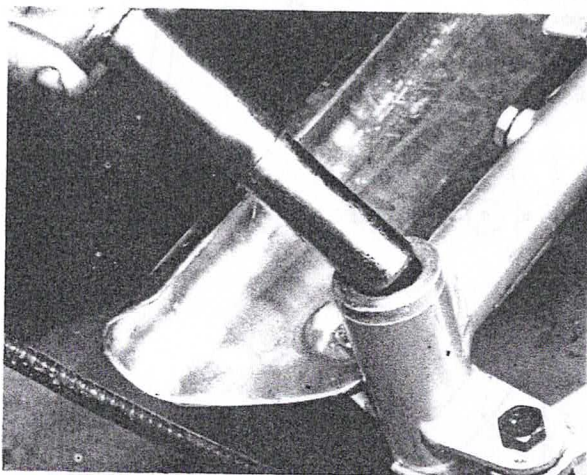

Bild 159
- Die Lagerbüchsen aus Stahl können auf beiden Seiten ohne weiteres aus der Schwinge ausgebaut werden (Bild 159). Diese Büchsen nützen sich am ehesten ab und müssen ersetzt werden, sobald Spiel an der Schwingenachse fühlbar ist. Die Achse ist ebenfalls auf Abnutzung zu prüfen. Es empfiehlt sich überhaupt, Büchsen und Achse gleichzeitig zu ersetzen. Falls die Achse wieder verwendet werden soll, ist sie auch auf Durchbiegung zu prüfen, indem man sie auf einer ebenen Fläche rollt. Es empfiehlt sich nicht, eine verbogene Achse zu richten, sie soll besser ersetzt werden.